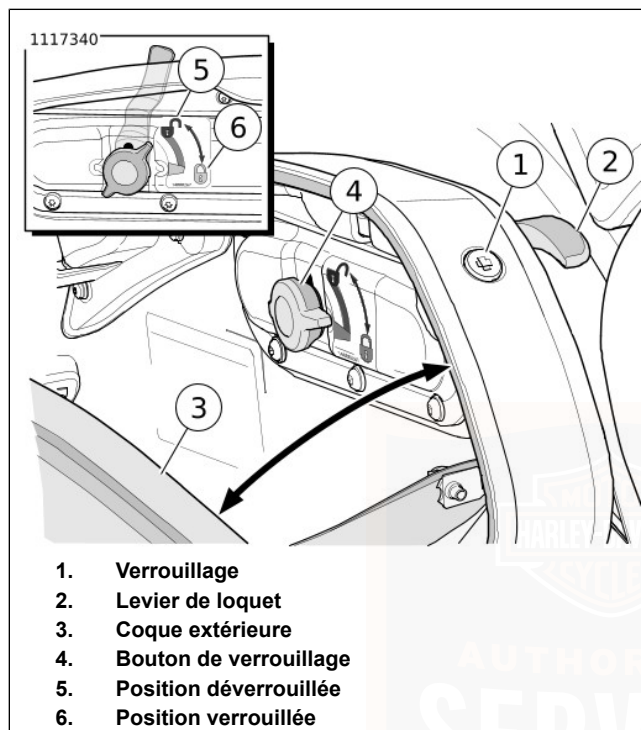
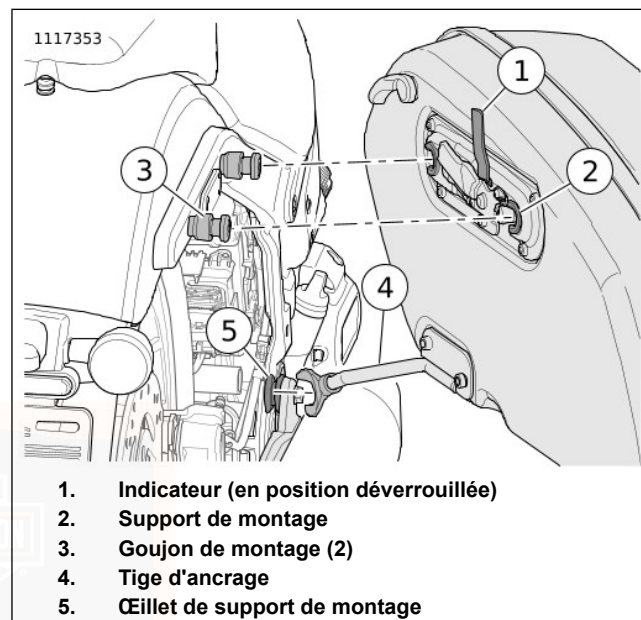
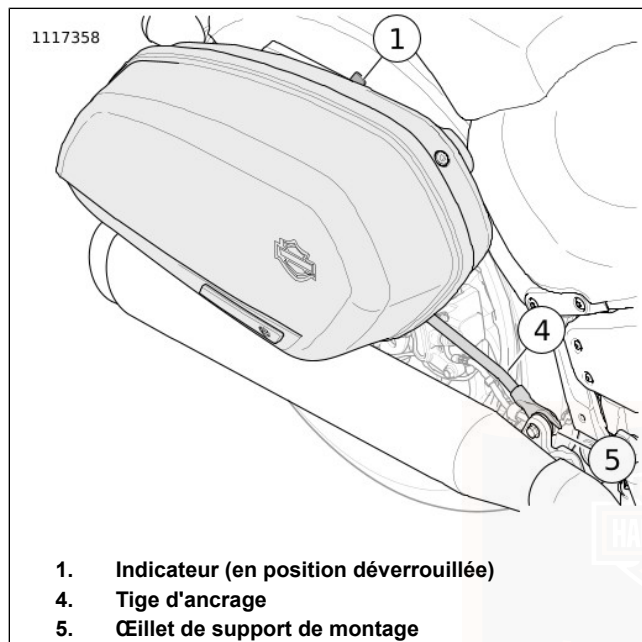

Figure 40. Bouton de verrouillage de sacoche
Figure 41. Support de montage de sacoche
Figure 42. Tige d'ancrage de sacoche
1. Voir Figure 40. Déverrouiller la sacoche.
- a. Introduire la clé dans le verrou (1) et tourner d'un quart de tour dans le sens antihoraire.
2. Soulever le levier de verrouillage (2).
3. Ouvrir la sacoche en séparant la coque extérieure (3) de la coque intérieure.
1. Voir Figure 40. Fermer la sacoche.
- a. Fermer la coque en soulevant la coque extérieure (3).
- b. Abaisser le levier de verrouillage (2) tout en maintenant la coque extérieure de la sacoche fermée.
- a. Introduire la clé dans le verrou (1) et tourner d'un quart de tour dans le sens horaire.
1. Voir Figure 40. Ouvrir la coque extérieure de la sacoche (3).
2. Tirer sur le bouton de verrouillage (4) et le faire tourner pour atteindre la position déverrouillée (5).
3. Fermer la coque extérieure de la sacoche et abaisser le levier de verrouillage (2).
4. Voir Figure 42. Faire glisser la sacoche vers l'arrière pour désengager la tige d'ancrage de sacoche (4) de l'œillet de support de montage (5).
3. Voir Figure 41 et Figure 42. Placer le support de montage de sacoche (2) sur les goujons de montage (3) tout en alignant la tige d'ancrage de sacoche (4) sur l'œillet de support de montage (5). Faire entièrement glisser la sacoche vers l'avant.